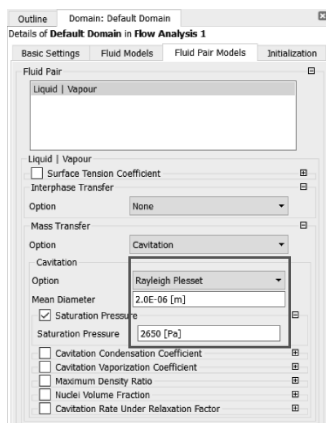

图 11-75 Cavitation 域设置
(3) 在流体动力学分析 B 上, 右键单击【Setup】→【Edit...】, 进入 Cavitation 的前处理环境。在导航树上右键单击【Default Domain】→【Edit】, 在【Fluid Pair Models】选项中的传质【Mass Transfer】栏的选项里选择 Cavitation, 在 Cavitation 栏里选择 Rayleigh Plesset; 选择饱和压力【Saturation Pressure】栏, 输入饱和压力为 2650Pa, 其他为默认, 单击【OK】确定, 如图 11-75 所示。